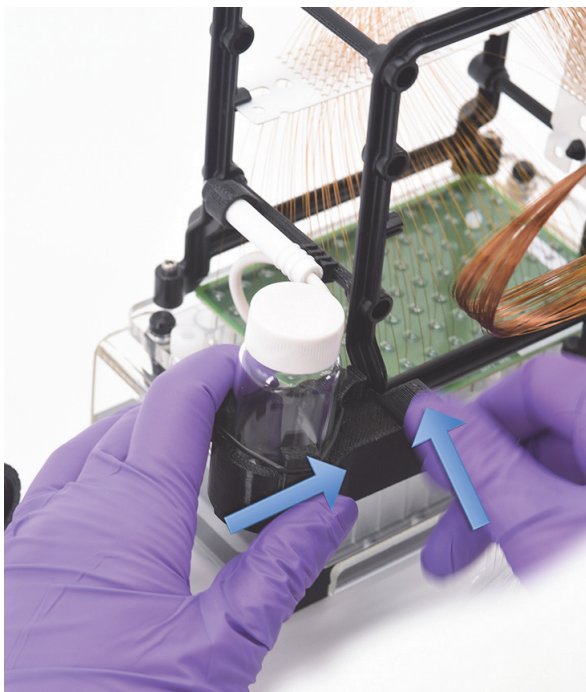

图 114 安装阵列轴杆储存装置
- 7 将阵列轴杆储存装置滑到毛细管阵列侧臂（位于毛细管阵列窗口左侧）上，然后将锁定螺钉固定到位，如图 114 所示